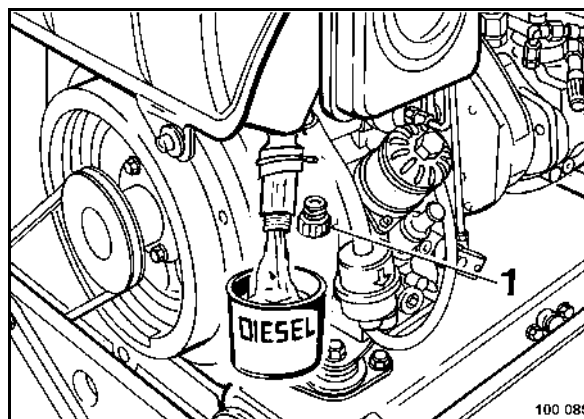

fig. 79
- Dévisser le bouchon de vidange (1) (fig. 79) et laisser écouler le carburant dans un récipient approprié.